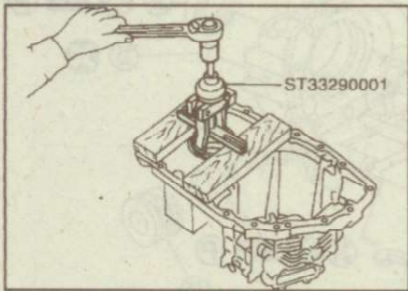

Рис. 9.41. Снятие наружного кольца подшипника дифференциала
12. Снимите наружное кольцо подшипника дифференциала и регулировочную шайбу с картера коробки передач (рис. 9.41).